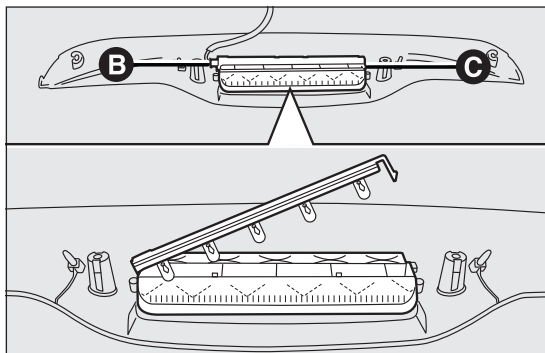

РИС. 136
- отсоединить электрический разъем В РИС. 136;
- нажать на удерживающее устройство С РИС. 136 и открыть патрон;